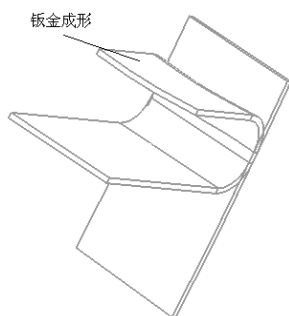

图 10-29 “点到点”钣金成形示意图
1) 点到点：此约束要求在区域边界选择一个点，同时在目标边界上选择一个相对应的点。如果所选择点同时存在在区域边界和目标边界上，可以直接应用“点到点”约束，也就是说只选择一个点，其他默认就可。对于个别边界条件可以指定点的数目是 2（区域边界一个，目标边界一个）。如果选择不同的点，那么原来的点将自动被取消选定，此时将使用新的点。在视图区的钣金零件体中选择钣金成形的约束点，示意图如图 10-29 所示。